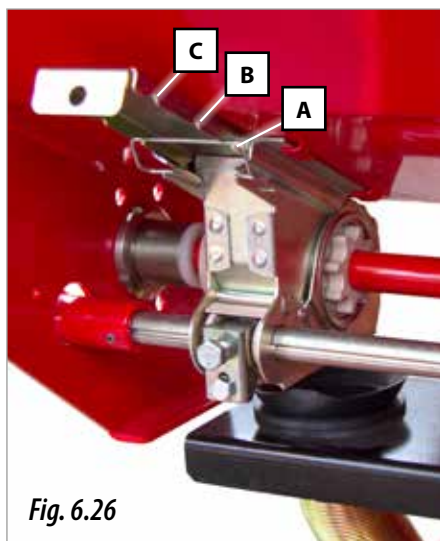

Fig. 6.26
- **ABIERTA** (A, Fig. 6.26): apertura para SEMILLAS GRANDES.
- **MEDIO** (B, Fig. 6.26): apertura para SEMILLAS PEQUEÑAS.
- **CERRADA** (C, Fig. 6.26): cierra el paso de semilla al dosificador